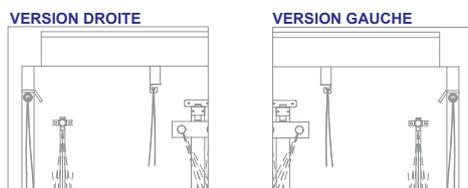

fig. 19
**NB: SUIVRE LE SCHÉMA À GAUCHE POUR S'ASSURER DE LA CORRECTE POSITION DU RIDEAU SELON LE SENS DE MARCHÉ DE LA MACHINE** (voir fig. 19).